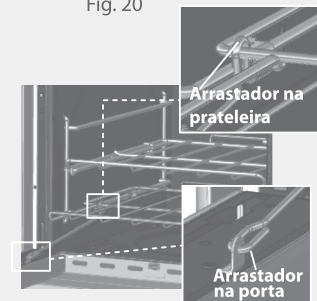

Fig. 22
- 4 | Monte os arrastadores da prateleira 1º na porta 2º na prateleira (Fig.22).